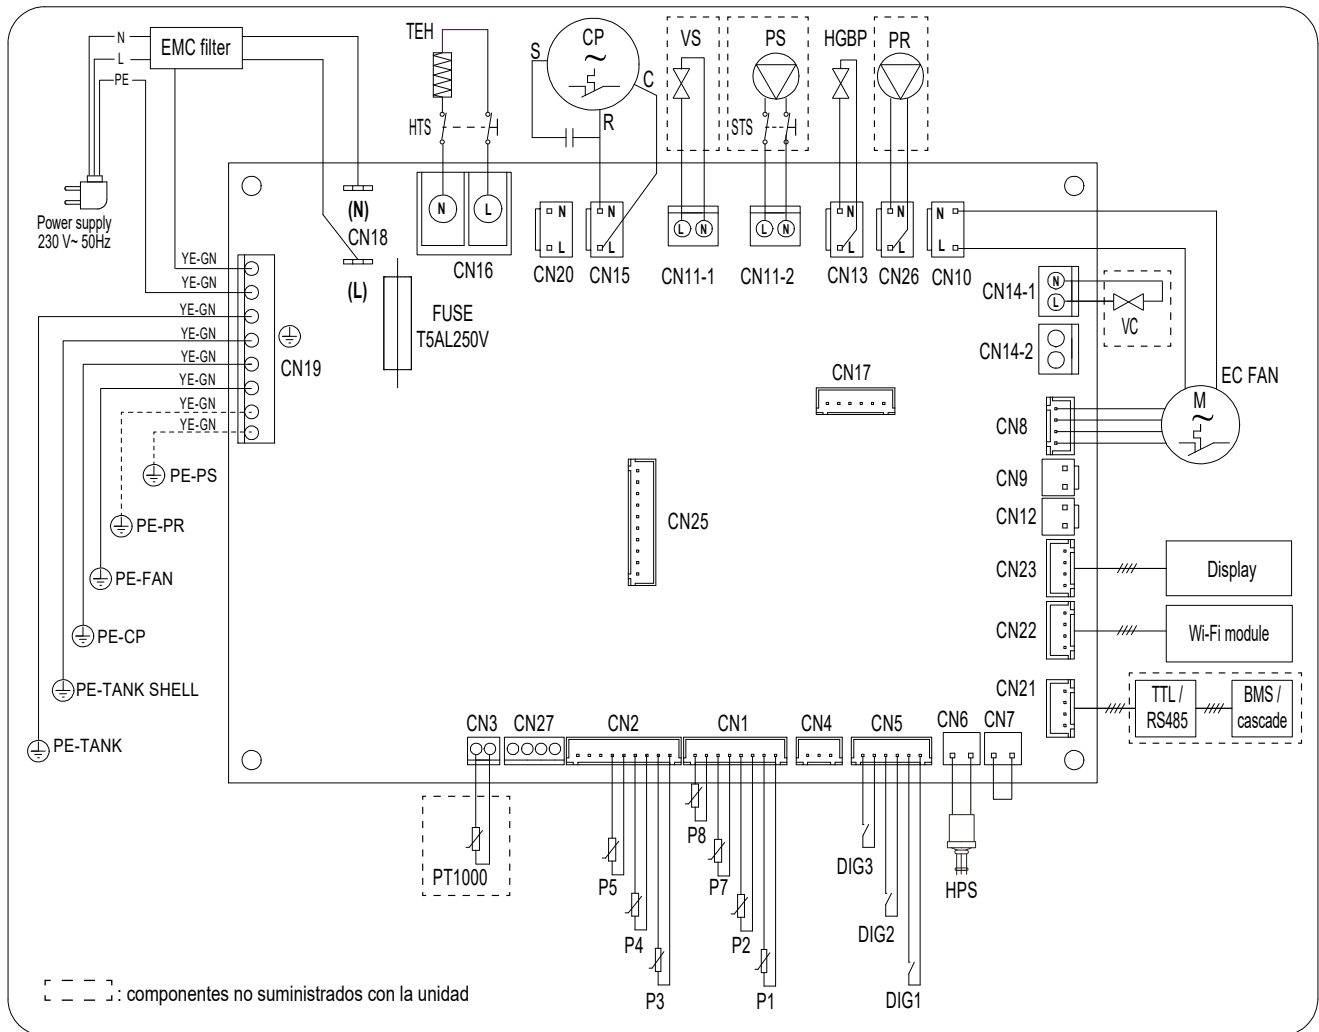

fig. 72 - Esquema eléctrico del aparato
- 2) Montar una electroválvula normalmente abierta (part. 19) para cada unidad de la cascada. La válvula debe conectarse al terminal CN14-1 (ref. "fig. 72 - Esquema eléctrico del aparato" en la página 123) de la placa base de cada equipo.
- 1) La sonda PT1000 (part. 20) del panel solar debe conectarse al terminal CN3 (ref. "fig. 72 - Esquema eléctrico del aparato" en la página 123) de la placa base MASTER.
- 2) La bomba solar (part. 25) debe conectarse al terminal CN11-2 (ref. "fig. 72 - Esquema eléctrico del aparato" en la página 123) de la placa base del máster. La alimentación eléctrica de la bomba solar debe ser interceptada por los termostatos solares de seguridad (uno para cada unidad) que deben conectarse en serie: esto es para permitir el bloqueo de la bomba solar en caso de sobrecalentamiento en una de las unidades en la cascada
- 3) Montar una electroválvula normalmente cerrada (part. 32) para cada unidad de la cascada. La válvula debe conectarse al terminal CN11-1 (ref. "fig. 72 - Esquema eléctrico del aparato" en la página 123) de la placa base de cada equipo.